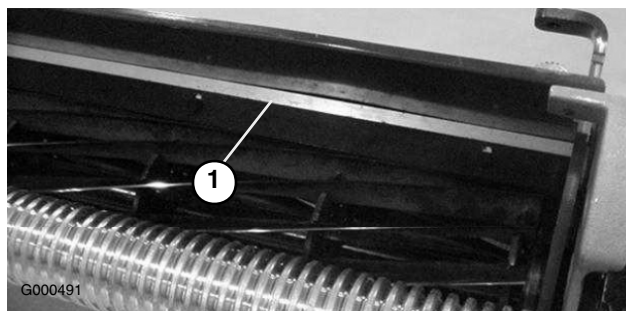

Figure 54
1. Desserrez les vis de fixation de la barre supérieure (Figure 54) au plateau de coupe.